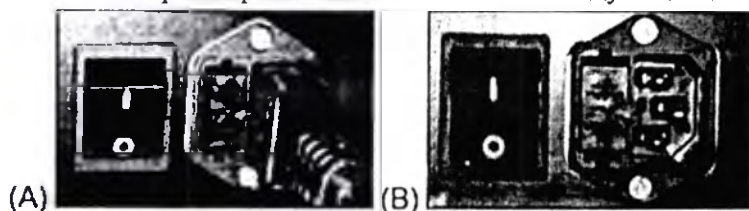

Рисунок 21. Выключение анализатора
1. Выключите анализатор (рисунок 21, позиция А) и отключите его от блока питания (рисунок 21, позиция В).